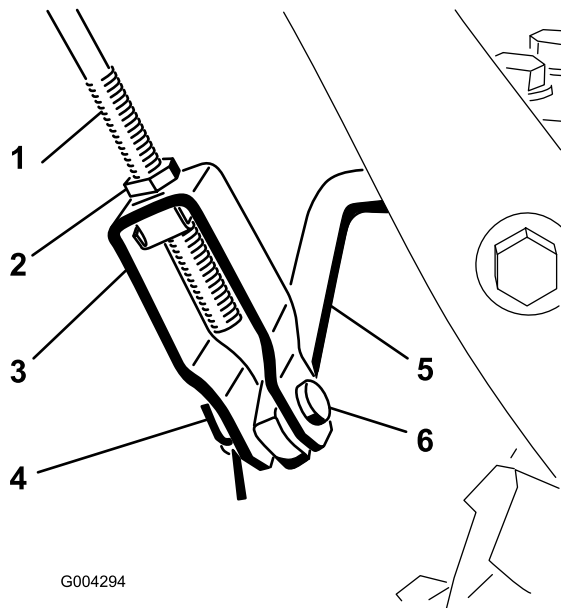

Figure 8
1. Desserrez l'écrou de blocage au-dessus de la chape sur la tige de commande supérieure (Figure 8).
2. Alignez les trous de la chape et de la tige de commande inférieure, et insérez l'axe de chape (Figure 8).
- C. Vissez ou dévissez la chape selon que vous souhaitez accroître ou réduire l'écart entre le haut de la poignée et le bas de la manette de commande de fraise/turbine (Figure 8).
6. Quand le réglage est correct, remplacez l'axe de chape et fixez-le à l'aide de la goupille fendue (Figure 8).
7. Serrez l'écrou de blocage pour bloquer la chape (Figure 8).